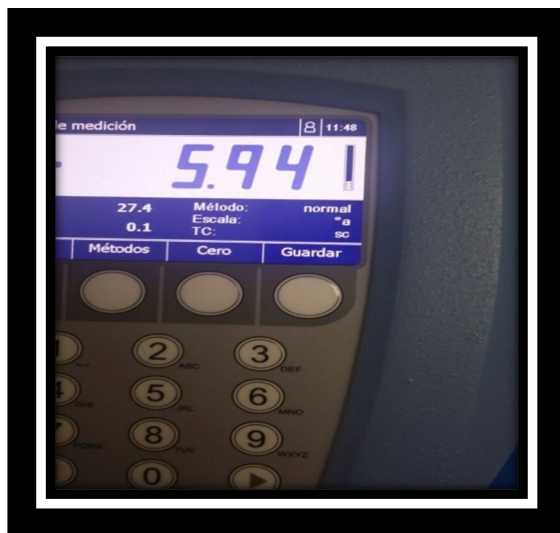

Figura 12
- 6.3.9 Cerrar la puerta y observar la pantalla de lectura que inicia que automáticamente. (Figura 12).